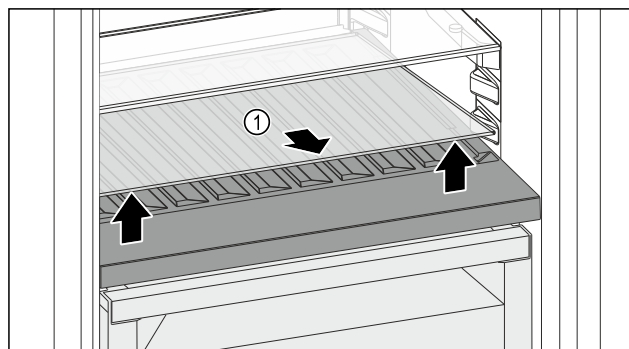

Fig. 108
- Emelje meg elől, a mélyedésnél az üveglapot Fig. 108 (1), és vegye ki.
- Biztonságosan tárolja az üveglapot Fig. 108 (1) a készüléken kívül.